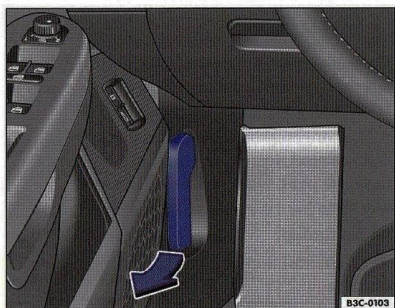

Fig. 5 Imagine din zona spațiului pentru picioare pe partea conducătorului: Deblocarea capotei motorului.
– Trageți maneta de sub tabloul de bord ⇒ fig. 5 în sensul indicat de săgeată – capota sare din încuietore ⇒ .